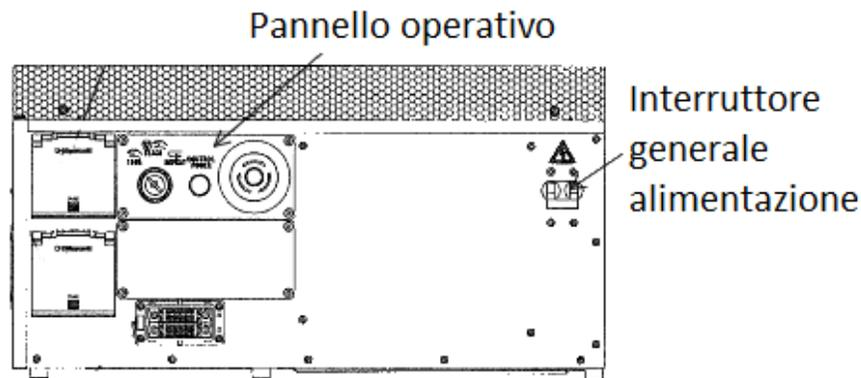

Figura 7: Vista frontale del controller
2. Controller (Figura 7);
Per accendere il robot è sufficiente attivare l'interruttore di alimentazione presente sulla destra nella parte frontale del controller, visibile in Figura 7. Per il completo avvio del sistema è necessario attendere il caricamento del sistema operativo che verrà visualizzato sul teach pendant. La modalità di funzionamento è modificabile anche quando il sistema è già acceso. Controllare che i pulsanti di emergenza sul pannello operativo e sul Teach Pendant siano entrambi disattivati.